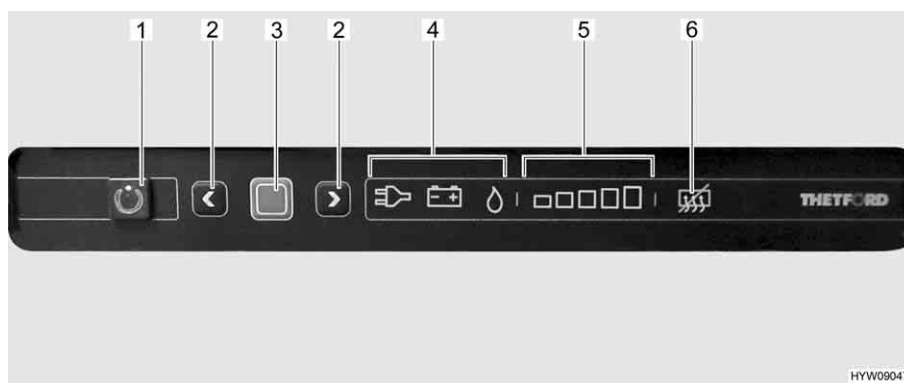

Fig. 132 Elementi di comando del frigorifero
La modalità di funzionamento attuale è indicata da un simbolo luminoso (Fig. 132,4) sulla centralina di controllo.
Dopo l'accensione il frigorifero seleziona automaticamente la regolazione del termostato selezionata per ultimo. Questa impostazione può essere modificata manualmente con i tasti freccia (Fig. 132,2). Le barre luminose dell'indicatore del livello di refrigerazione (Fig. 132,5) visualizzano la temperatura selezionata sul termostato. Con i tasti freccia viene regolata la temperatura di refrigerazione per tutti i tre tipi di energia. Ci vogliono alcune ore prima che il
- Premere il tasto On/Off (Fig. 132,1) per 1 secondo. Il tasto (Fig. 132,1) si illumina di verde. Dopo circa 10 secondi, l'indicatore viene attenuato per risparmiare energia.
- Premere il tasto di conferma (Fig. 132,3). L'impostazione attuale della modalità di funzionamento viene visualizzata.
- Se non è impostata la modalità di funzionamento a gas: Per modificare l'impostazione, premere il tasto di conferma (Fig. 132,3) per circa 2 secondi.
- Selezionare la modalità di funzionamento a gas con i tasti freccia (Fig. 132,2). L'alimentazione del gas è ora aperta. L'accensione avviene automaticamente. È udibile un ticchettio fino a quando procedura di accensione non è stata portata a termine.
- Premere il tasto di conferma (Fig. 132,3) per circa 2 secondi.
- Premere nuovamente il tasto di conferma (Fig. 132,3). Il livello di refrigerazione attuale viene indicato dalle barre luminose (Fig. 132,5).
- Per modificare l'impostazione, premere i tasti freccia (Fig. 132,2) fino a visualizzare l'impostazione desiderata.
- Premere il tasto On/Off (Fig. 132,1) per circa 2 secondi. Tutte le spie si spengono. Il frigorifero è spento.
- Se non è impostata la modalità di funzionamento 230 V: Per modificare l'impostazione, premere il tasto di conferma (Fig. 132,3) per circa 2 secondi.
- Selezionare la modalità di funzionamento 230 V con i tasti freccia (Fig. 132,2).
- Se non è impostata la modalità di funzionamento 12 V: Per modificare l'impostazione, premere il tasto di conferma (Fig. 132,3) per circa 2 secondi.
- Selezionare la modalità di funzionamento 12 V con i tasti freccia (Fig. 132,2).
- Premere contemporaneamente entrambi i tasti freccia (Fig. 132,2) e tenerli premuti per 2 secondi. Il simbolo di disattivazione della funzione anti-condensa (Fig. 132,6) si illumina.
- Premere di nuovo contemporaneamente entrambi i tasti freccia (Fig. 132,2) e tenerli premuti per 2 secondi. Il simbolo di disattivazione della funzione anti-condensa (Fig. 132,6) si spegne.